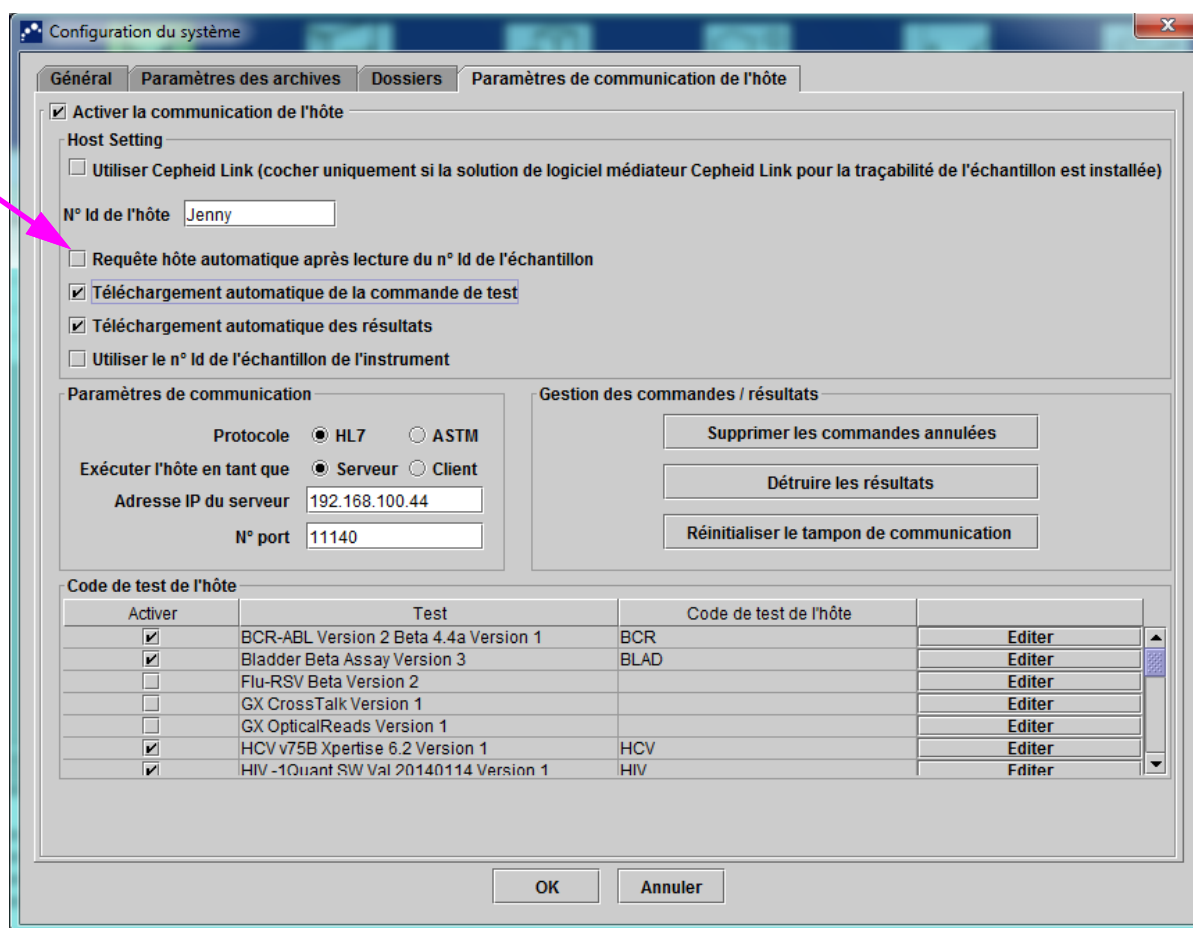

Figure 5-95. Sélection de la requête hôte
1. Dans l'onglet **Paramètres de communication de l'hôte** de la boîte de dialogue Configuration du système, cliquez sur la case **Requête hôte automatique du n° Id de l'échantillon après lecture de l'échantillon** pour sélectionner et activer cette fonction. Voir Figure 5-95.